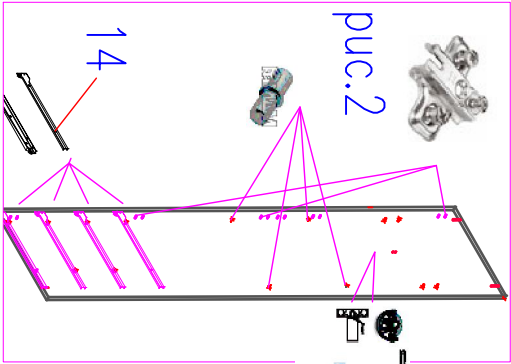

рис.2
2. На посадочные места дет.1,2,5,6 установить монтажные планки Ф. №19(,рис.2)
9. В посадочные места дет.5,6 установить полкодержатели Ф №5(,рис.2).